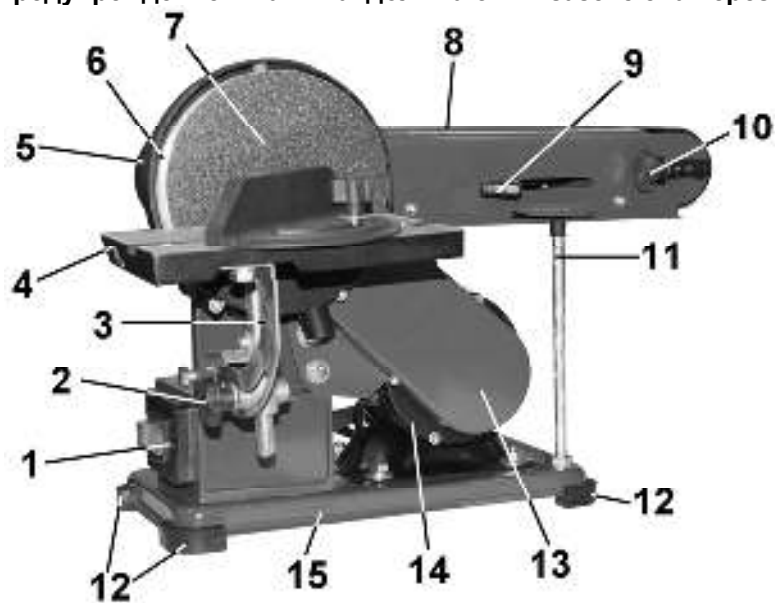
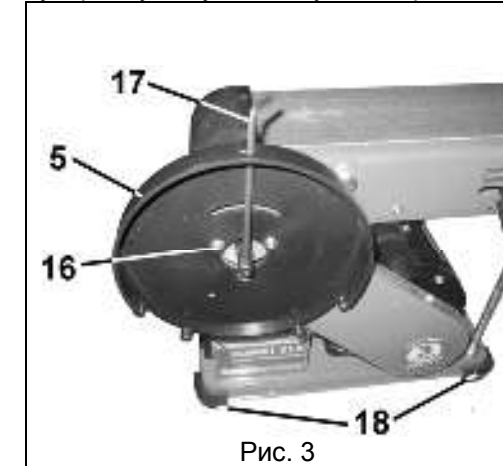

Рис. 2
Рис. 3
12.1. Смена и регулировка шлифовальной ленты (Рис. 2)
12.1.1. При необходимости установки новой шлифовальной ленты (31) переместите рукоятку (9) в сторону ведомого ролика шлифовальной ленты. Когда шлифовальная лента (31) ослабнет, снимите старую шлифовальную ленту и замените ее новой. Переместите рукоятку (9) в сторону ведущего ролика шлифовальной ленты. Проверьте правильность установки шлифовальной ленты (31) вращением ее вручную в направлении ведущего ролика. Если траектория шлифовальной ленты (31) проходит не по центру, отрегулируйте ее вращением винта регулировки (10), Рис.2. При включении машины шлифовальная лента (31) должна находиться в средней части роликов.
12.3.1. Демонтируйте шлифовальный диск (6) и защитный кожух (5), Рис.3, и кожух ремня (13), Рис.2.
12.3.2. Ослабьте четыре болта крепления двигателя к станине (15), Рис.2.
12.3.4. Отрегулируйте натяжение нового ремня и затяните болты крепления двигателя к станине (15), Рис.2.
12.3.5. Установите и закрепите кожух ремня (13), Рис.2. Установите шлифовальный диск (6) и защитный кожух (5), Рис.3.
Установите четыре резиновые опоры (18), Рис.3, на углы основания (15), Рис.2. Установите машину на горизонтальную ровную и устойчивую поверхность верстака, исключив возможность опрокидывания машины при работе.
8.2. Установка шлифовального диска (Рис. 3; 4)
Установите и закрепите защитный кожух (5), Рис.3. Проверните шпиндель, так чтобы фрезеровка (лыска) вала (21) была направлена вверх и совпадала с отверстием защитного кожуха (5).
Ослабьте две фиксирующие гайки (34), как показано на Рис.7 и установите стол шлифовальной ленты (8), Рис.2, на нужный угол от 0° до 90°. Положение надёжно закрепите фиксирующими гайками (34).